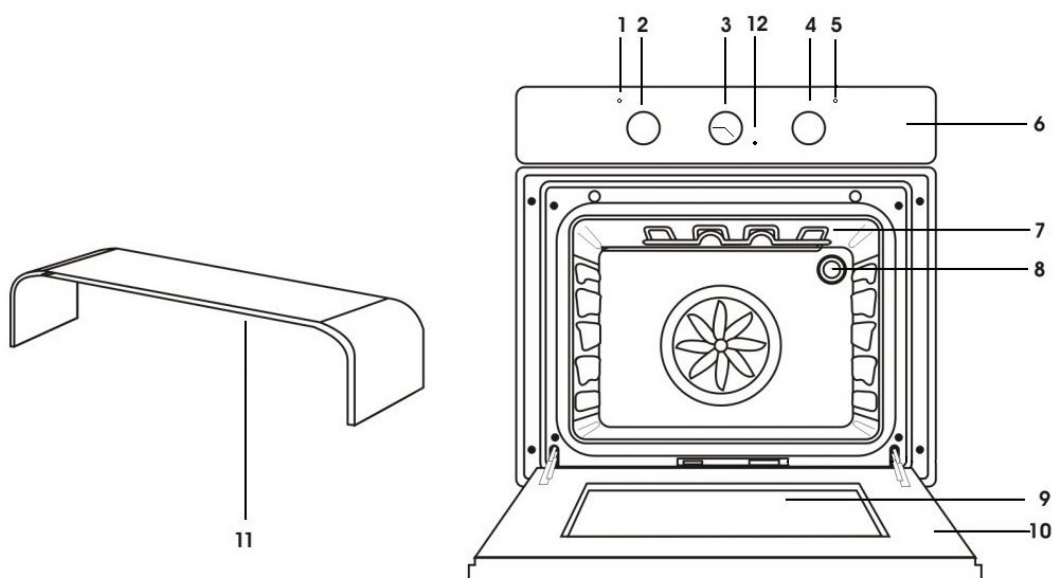

Рис. 1
#### 3.1. Схема духовки (рис. 1)
**5.1.** Для того, чтобы включить духовку регулятором режимов (позиция 12 на рис. 1) необходимо установить ручной режим. Для этого необходимо без нажима поворачивать регулятор режимов против часовой стрелки и выбрать символ ручного управления (  ). Далее с помощью переключателя (вкл/выкл) режимов термостата и выбора нужной температуры, задаем необходимую температуру и выбираем нужный режим приготовления. Режимы приготовления расписаны на рисунке 5.